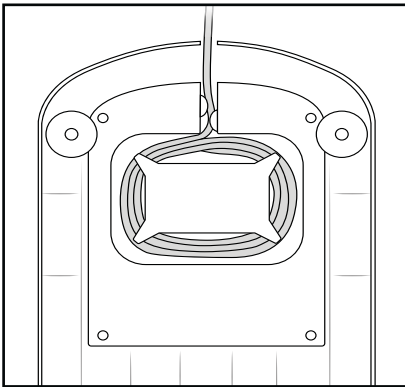

Fig. 6
- Para guardar, enrole o cabo de alimentação à volta do dispositivo de enrolamento do cabo **19** (fig. 6).